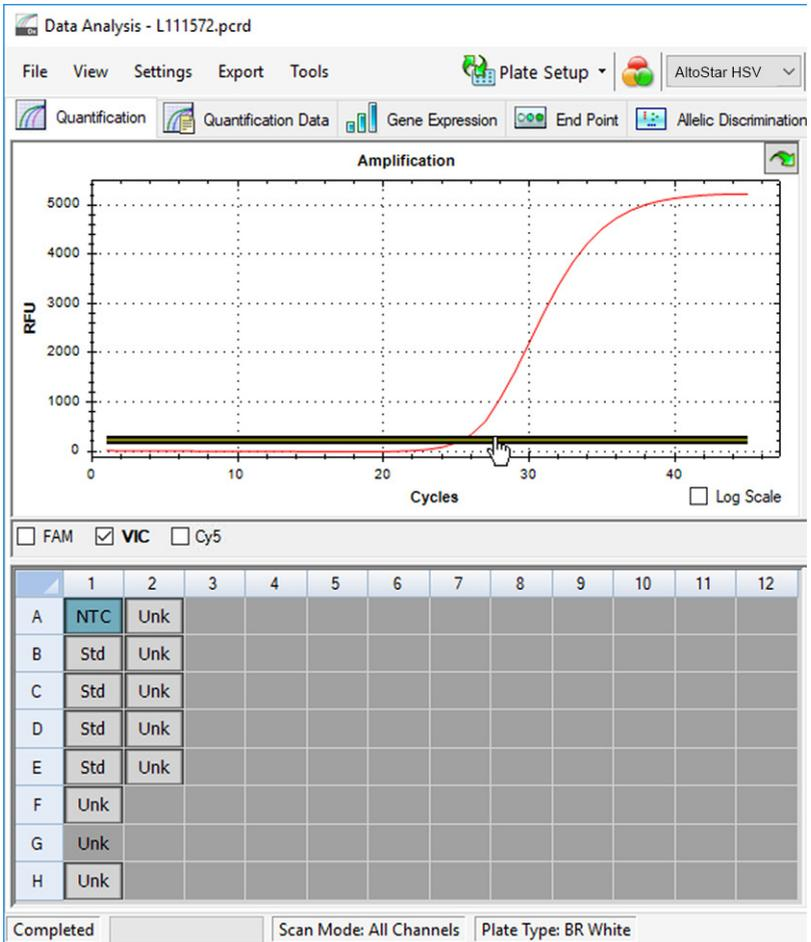

Figura 39: Ventana Data Analysis (análisis de datos): ajuste del umbral para VIC™
2. En la parte izquierda de la ventana **Data Analysis** (análisis de datos) marque únicamente la casilla de verificación **VIC** para el canal de detección del Internal Control (control interno) (consulte la Figura 39).
3. Seleccione únicamente el pocillo de NTC en la vista de placa de la ventana **Data Analysis** (análisis de datos) (consulte la Figura 39).
4. Arrastre el umbral hasta el área exponencial de la señal de NTC (consulte la Figura 39).